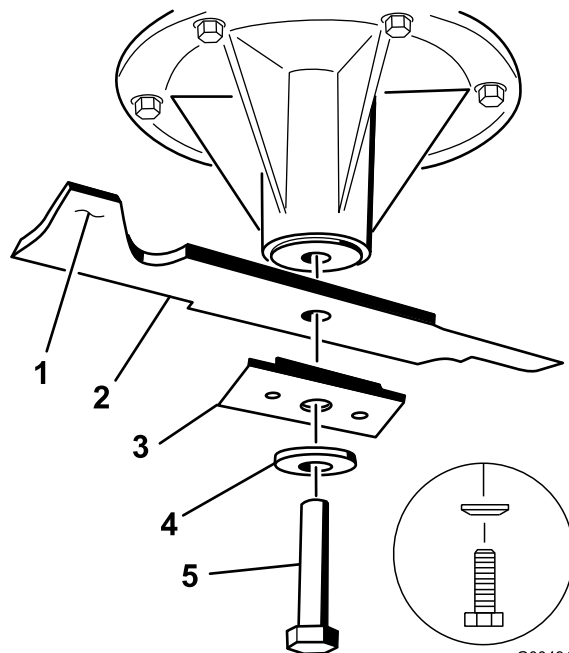
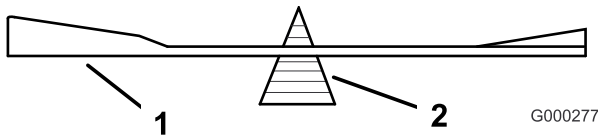

Bild 52
Bild 54
2. Entfernen Sie die Messerschraube, Wellenscheibe, Messerverstärkung und das Messer von der Spindelwelle (Bild 52).
2. Überprüfen Sie die Auswuchtung des Schnittmessers auf einer Ausgleichsmaschine (Bild 54). Wenn das Schnittmesser in seiner horizontalen Position bleibt, ist es ausgewuchtet und kann wieder verwendet werden. Feilen Sie, wenn das Schnittmesser nicht ausgewuchtet ist, vom Flügelbereich des Messers etwas Metall ab (Bild 52). Wiederholen Sie diesen Vorgang, bis das Messer ausgewuchtet ist.
Wichtig: Der Windflügel des Schnittmessers muss nach oben zeigen, um einen guten Schnitt sicherzustellen (Bild 52).
1. Bringen Sie das Schnittmesser, die Verstärkung, die Wellenscheibe und die Messerschraube an der Spindel an (Bild 52).